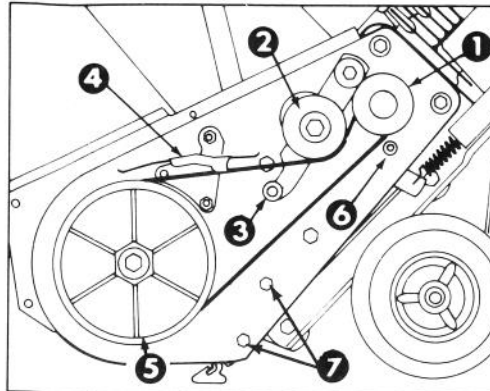

Figure 14
3. ENLEVEMENT DE LA COURROIE (Fig. 14) — Appuyez sur la poulie folle, ce qui permet d'enlever la courroie de la poulie du rotor, de l'unité de bras de frein et de la poulie du moteur.
4. INSTALLATION DE LA COURROIE (Fig. 14) — Enroulez la courroie autour de la poulie du moteur, sous la poulie folle, sur le rouleau, à travers l'unité de frein et autour de la poulie du rotor.